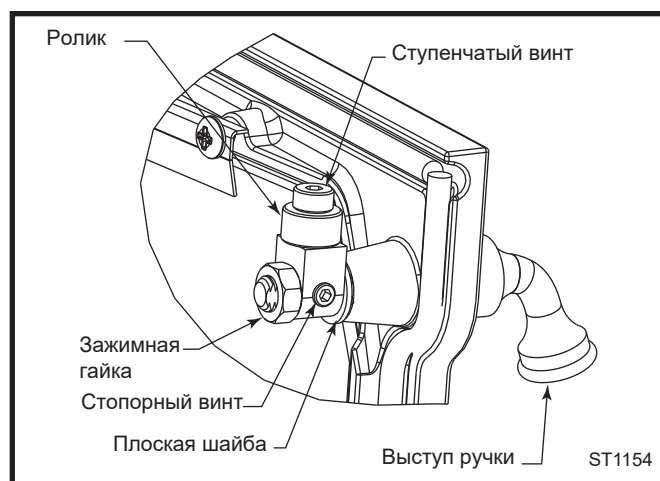

Рис. 44 Поверните защелку и/или снимите плоскую шайбу для регулировки запора.
1. Снимите и сохраните зажимную гайку гаечным ключом 9/16" (рис. 44).
- Проверьте и удалите образование золы за топочной камерой. Это следует делать вместе с ежегодной чисткой соединительной трубы. Проверьте проход позади топочной камеры (с помощью зеркала) и пропылесосьте его, вставив гибкий шланг в проход (рис. 44).